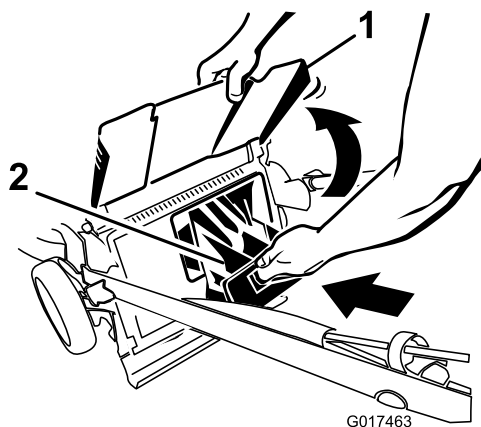

Figure 21
**Important:** Vérifiez que l'obturateur de l'éjecteur arrière est verrouillé en place. Pour verrouiller l'obturateur : relevez le déflecteur d'éjection (Figure 21), appuyez fermement sur l'obturateur jusqu'à ce qu'il s'enclenche en position derrière les pattes, et tournez le levier situé sur l'obturateur vers la gauche (Figure 22).